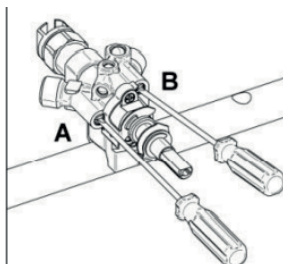

Fig. 10B
- Para a válvula de gás para queimadores duplos, a válvula de ajuste está localizada no corpo da válvula (fig. 10B), o parafuso A ajusta o anel externo, e o parafuso B ajusta o anel interno.